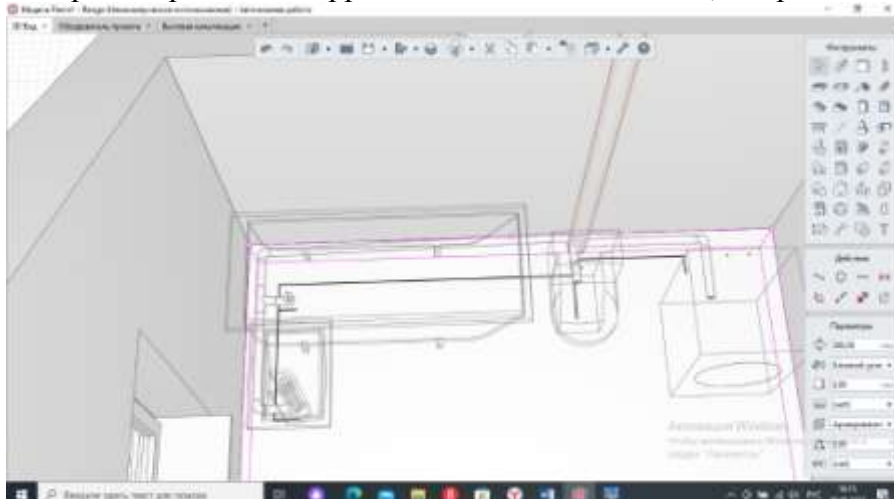

Рисунок 6.16 – 3D вид модели канализации
7. Убедитесь, что трасса провелась корректно на вкладке 3D вида, см. рис.6.16.